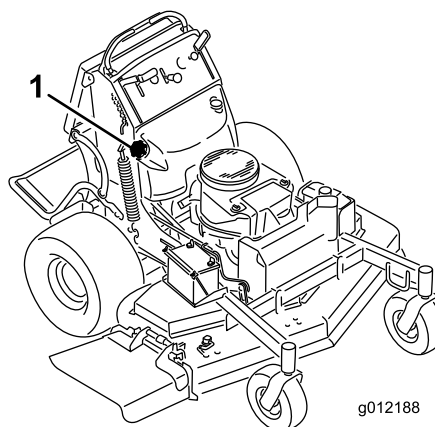

Bild 52
5. Saugen Sie mit der Saugpumpe den Kraftstoff in einem sauberen Benzinbehälter (Bild 52).